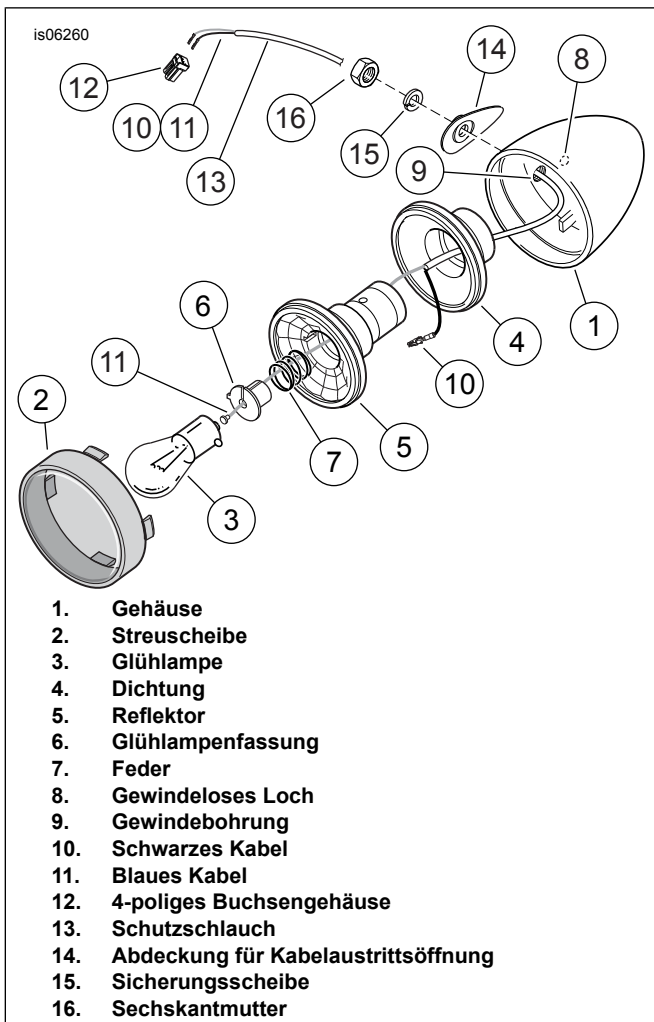

Abbildung 5. Blinker
4. Siehe Abbildung 5. Die schwarzen (10) und blauen (11) Kabel und Buchsenkontakte von den Blinkerbuchsengehäusen entfernen. Die Blinker und Buchsengehäuse zum späteren Einbau beiseite legen.
15. Siehe Abbildung 5. Die Kabel vom Gewindebolzen auf der Schweißkonstruktion zum Blinker-Umbau durch die **Gewindebohrung** (9) im Lampengehäuse (1) und die Mitte der Gummidichtung (4) führen.